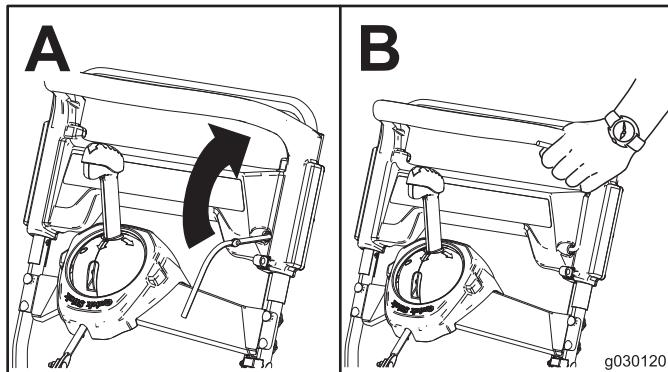

Figure 12
**Remarque:** Amorcez le moteur en B de la Figure 12 conformément au tableau suivant :